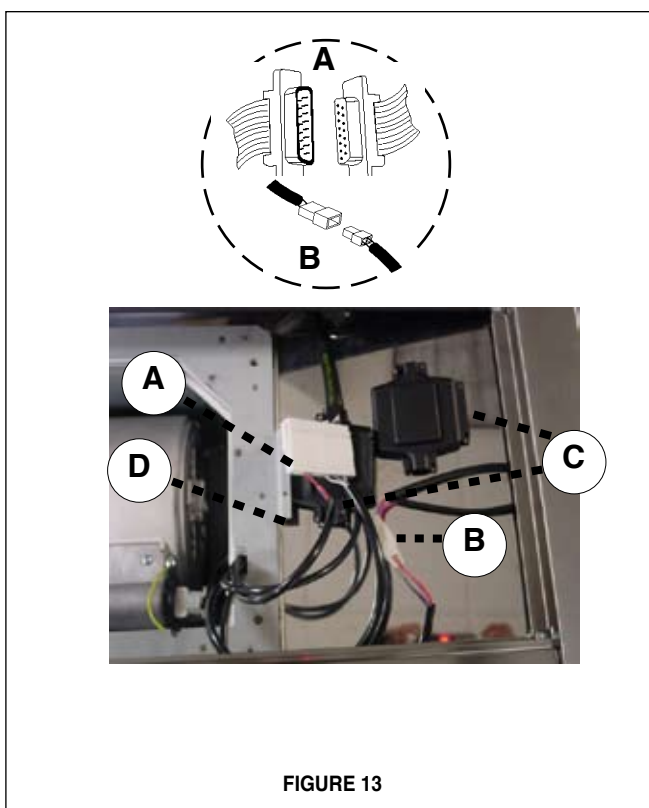

FIGURE 13
5. Connecter le CONNECTEUR DES COMMANDES (A de la FIGURE 13) et le CONNECTEUR DES SPOTS (B de la FIGURE 13). Insérez le CONNECTEUR DES COMMANDES (A de la FIGURE 13) dans la BOÎTE DE CONNECTEUR en plastique noire (C de la FIGURE 13) en reliant les deux morceaux en plastique noirs à l'aide des quatre vis fournies. L'utilisation des deux plus longues vis a fourni, attache la BOÎTE DE CONNECTEUR assemblée à la BRIDE EN MÉTAL (D de la FIGURE 13).